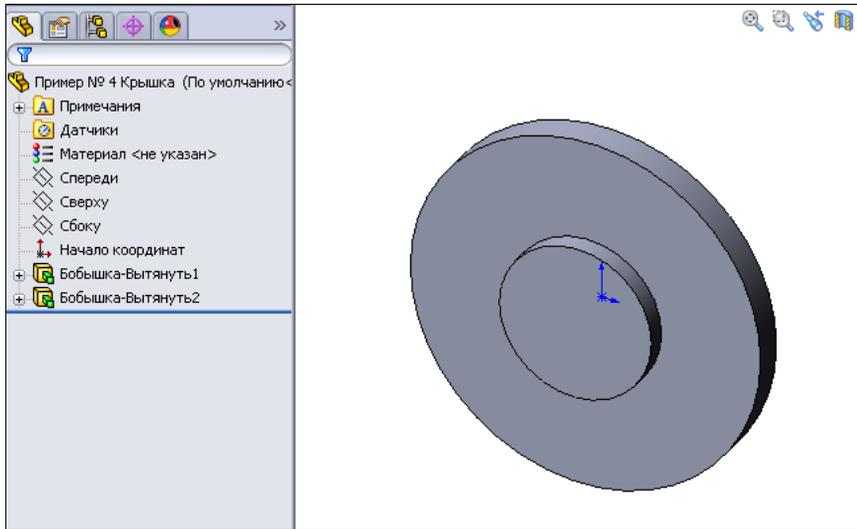

Рис. 2.41
5. Теперь вытянем эту окружность на 5 мм кнопкой  — **Вытянутая бобышка/основание**. В открывшемся окне **Вытянуть** укажем глубину вытягивания — 5 мм и закончим построение нажатием кнопки **ОК** . В результате оформится ступенчатое основание крышки (рис. 2.41).